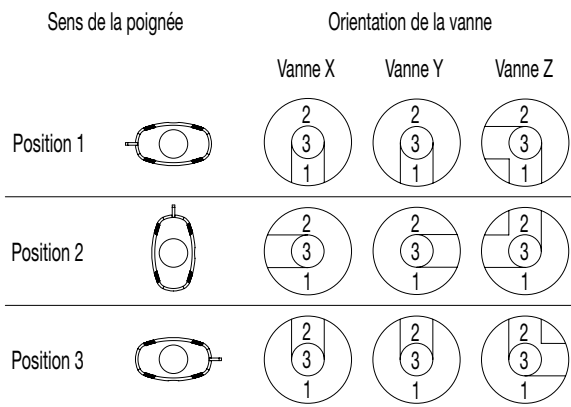

Fig. 8 : Schéma d'un ensemble GSM à 3 vannes
2. Amenez la poignée dans la position 2 (reportez-vous à la figure 8). Notez la position des pignons car ceux-ci devront être remontés à l'identique.
2. Amenez la poignée dans la position 1 (reportez-vous à la figure 8). Notez la position des pignons et de la poignée car ceux-ci devront être remontés à l'identique.
2. Amenez la poignée dans la position 1 (reportez-vous à la figure 8). Notez la position des pignons car ceux-ci devront être remontés à l'identique.